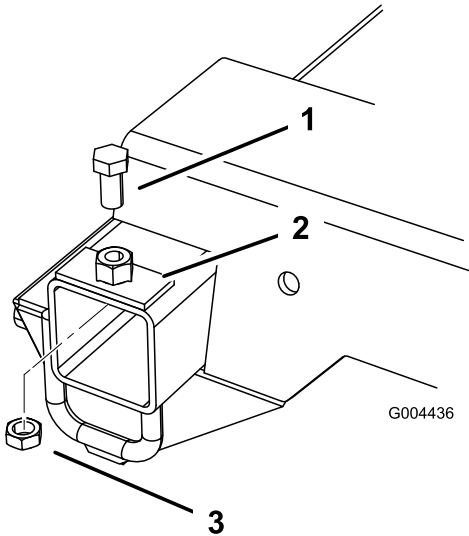

Figura 4
- Coloque la placa sobre el orificio perforado en el bastidor y sujétela con el perno (1/2 x 1") y la contratuercas (1/2"); consulte Figura 4.